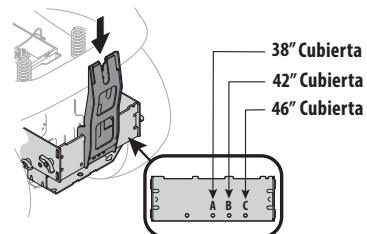

Figura 5
1. Instale la ménsula de soporte vertical en el conjunto de montaje sobre el tractor enganchándola encima del soporte de montaje cruzado. Consulte la Figura 5.